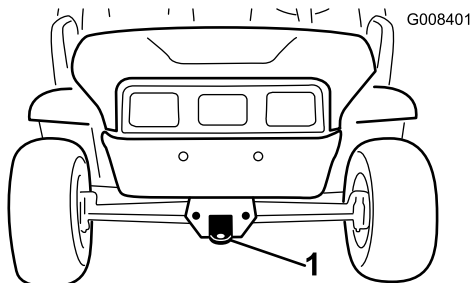
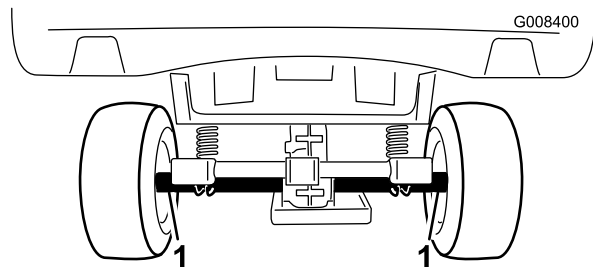

図 20
図 21
長距離を搬送する場合にはトレーラを使用してください。必ず確実に固定して輸送してください。ロープがけのポイントについては図 20 と 図 21 を参照してください。
2. 機体前部にある牽引トンクにロープなどの牽引索を取り付ける 図 20。